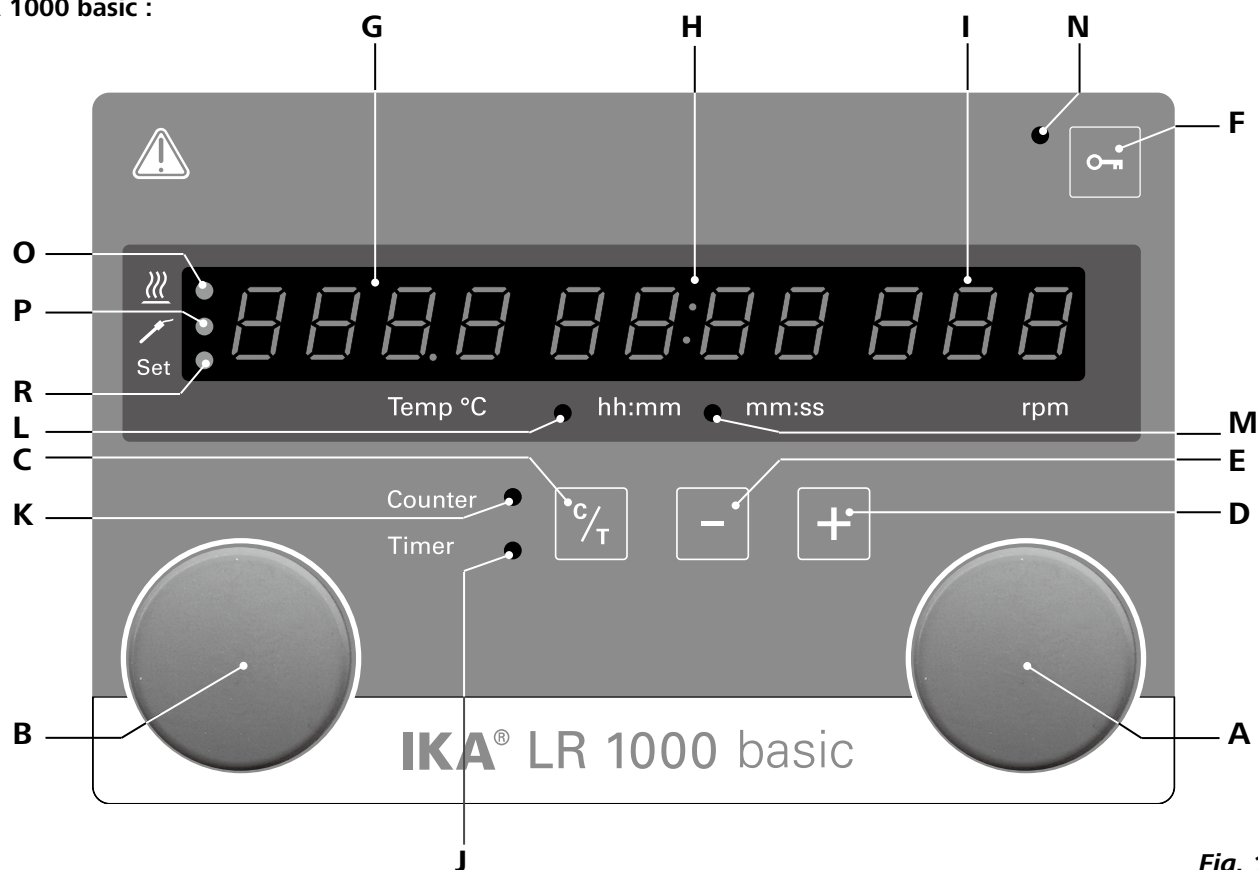

Fig. 11
Tournez le bouton rotatif/poussoir (A) pour régler le nombre de tours prescrit. Tournez le bouton rotatif/poussoir (A, cf. Fig. 11) pour démarrer l'agitateur.
Tournez le bouton rotatif/poussoir (B) pour régler le nombre de tours prescrit. Tournez le bouton rotatif/poussoir (B, cf. Fig. 11) pour activer la fonction chauffage.
La fonction de chauffage peut être mise en marche et arrêtée en appuyant sur le bouton rotatif/à pression gauche (B). Ensuite, la température cible et la température réelle s'afficheront à l'écran (G, voir Fig. 11) en alternance. L'affichage de la température active l'allumage de la LED (R, voir Fig. 11).
La mise en marche de la fonction de chauffage met automatiquement en marche le compteur. Le compteur s'affiche en 4 chiffres. Lorsque le temps de fonctionnement est inférieur à 1 heure, le compteur opère en mode minutes/secondes (mm:ss) et la LED (M, voir Fig. 11) s'allume.
Si le temps de fonctionnement dépasse 1 heure, l'afficheur passe du mode minutes/secondes au mode heures/minutes (hh:mm). L'allumage de la LED (L, voir Fig. 11) signale l'état.
Le bouton Time (+) (Temps)(D, voir Fig. 11) ou Time (-) (Temps) (D, voir Fig. 11) sert à réguler le temps de chauffage. Si la valeur de la minuterie dépasse 1 heure, l'afficheur passe du mode minutes/secondes (mm:ss) au mode heures/minutes (hh:mm). La LED (L) s'allume.
La fonction « Counter » (Compteur) peut être commutée à la fonction « Timer » (Minuterie) en appuyant sur la touche Counter/Timer (Compteur/Minuterie) (C, voir Fig. 11). La LED de la minuterie (J, voir Fig. 11) signale si la fonction « Timer » (Minuterie) est activée.
Appuyez de nouveau sur la touche Counter/Timer (C) (Compteur/Minuterie) ; la fonction « Counter » (Compteur) s'active et la LED du compteur (K, voir Fig. 11) s'allume.